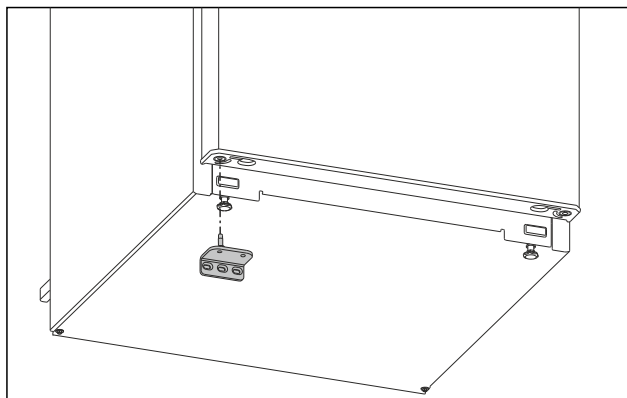

Fig. 14
- Insertar el soporte del cojinete en el lado opuesto. (consulte Fig. 14)